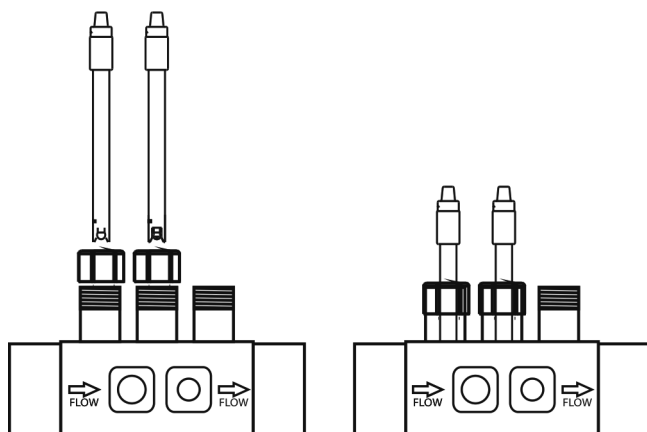

Fig. 12
1. Insérer les sondes de pH et ORP fournies avec l'équipement dans les logements correspondants du porte-sondes. (Fig. 12)